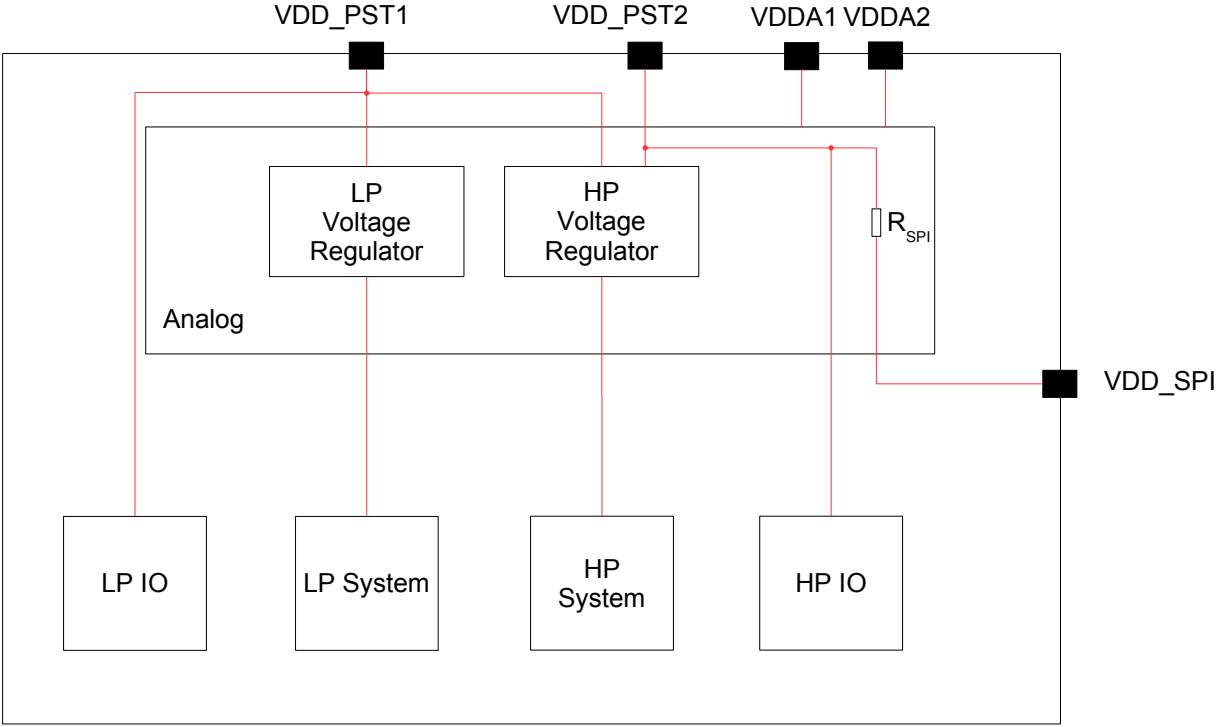

图 2-3. ESP32-C6 电源管理
- 3 LP IO 管脚即由 VDDPST1 供电的管脚，如图 2-3 ESP32-C6 电源管理 所示，也可参考表 2-1 QFN40 封装管脚概述 或表 2-2 QFN32 封装管脚概述 > 供电管脚一栏。
电源管理如图 2-3 ESP32-C6 电源管理 所示。